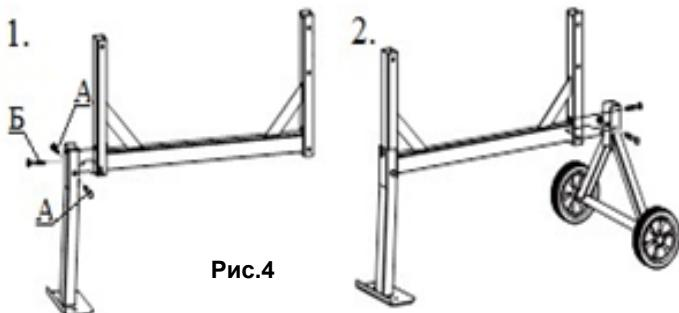

Рис.4
3. Сборка рамы (рис.4).
- 3.2. Закрепите его крепежным комплектом №2. Для этого вставьте в отверстия два болта M8x65 с шайбами (A; рис.4) и накрутите гайки с другой стороны.
- 3.3. Заверните болт M8x55 (Б; рис.4) с шайбой в гайку в раме. Затяните плотно гаечным ключом.